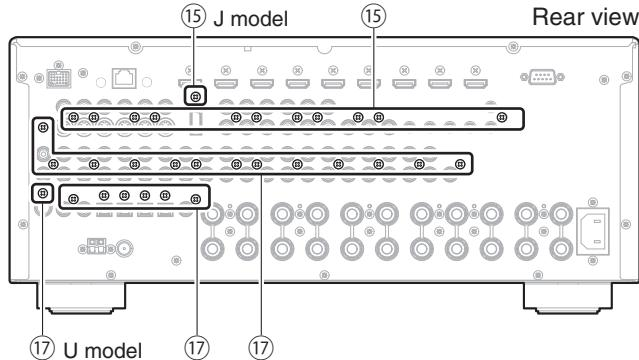

Fig. 4
5. Removal of VIDEO (1) P.C.B.
- Remove 11 screws (⑯). (Fig. 4)
- Remove 20 (U model)/19 (C, R, T, K, A, B, G, F, L models) screws (⑰). (Fig. 4)
5. VIDEO (1) P.C.B. の外し方
- ⑯ のネジ 12 本を外します。 (Fig. 4)
- ⑰ のネジ 19 本を外します。 (Fig. 4)